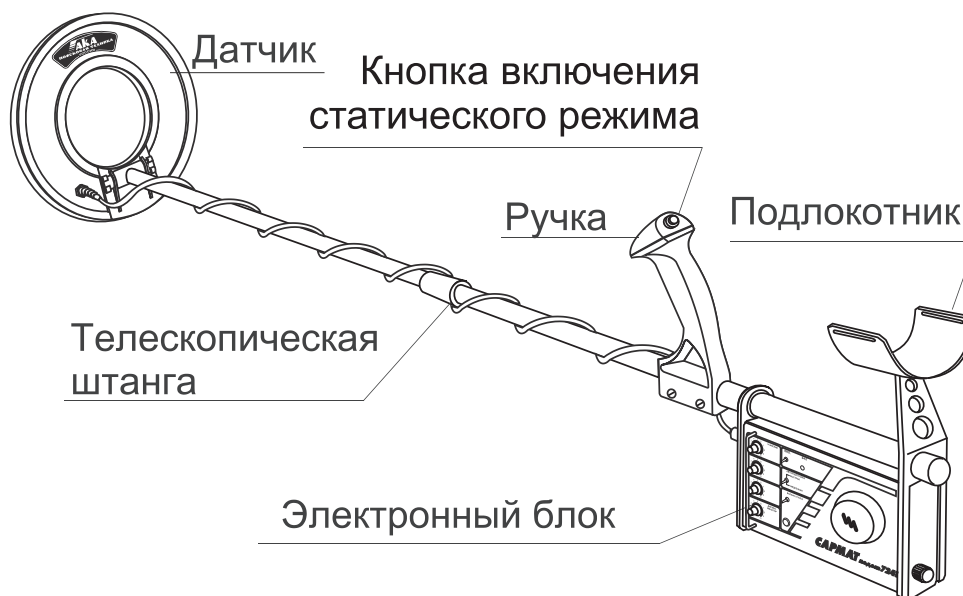

Рис. 1.
10. Кнопка включения статического режима поиска (расположена на рукоятке прибора, рис. 1);